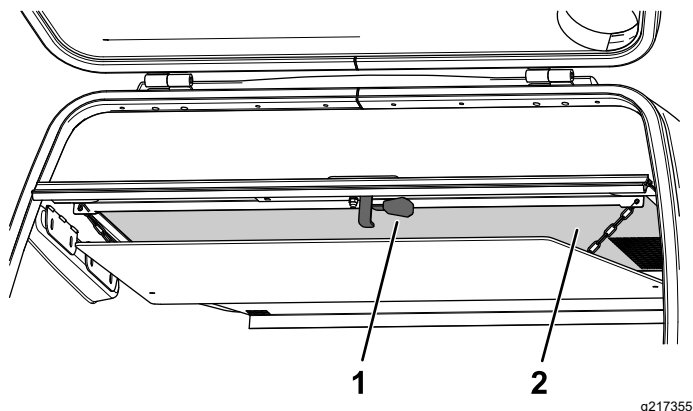

図 111
2. ホッパースクリーンの下部解放レバーを下に引く **図 111**。